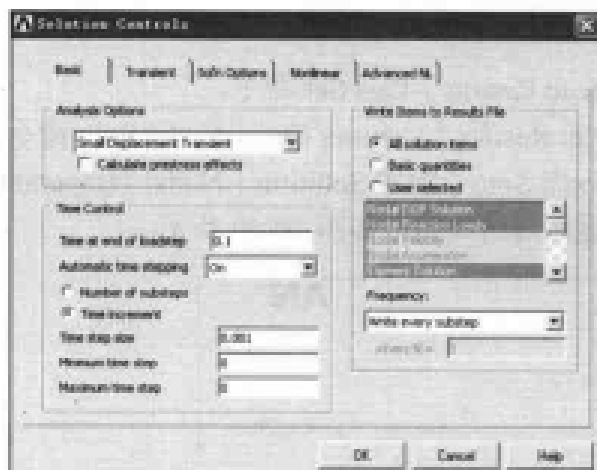
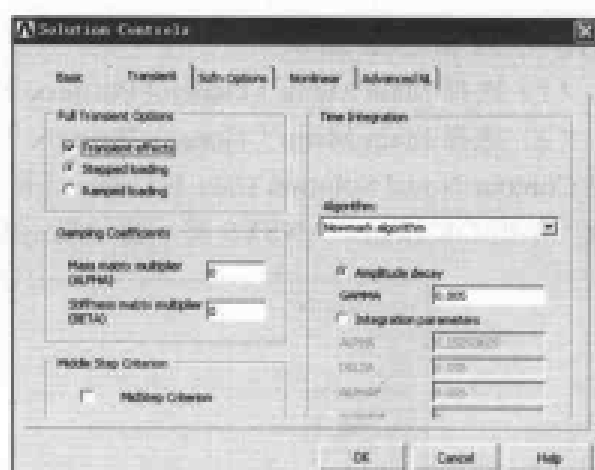

图 10-46 求解控制基本选项设置对话框
图 10-47 求解控制瞬态选项设置对话框
(1) 选择 Main Menu | Solution | Analysis Type | New Analysis 命令, 出现 New Analysis 对话框。选择分析类型为 Transient, 单击 OK 按钮, 出现 Transient Analysis 对话框, 在 Solution method 选项组中选中 Full 单选按钮, 单击 OK 按钮关闭该对话框。
(2) 选择 Main Menu | Solution | Analysis Type | Sol'n Controls 命令, 出现 Solution Controls 对话框, 选择 Basic 选项卡, 参照图 10-46 对其进行设置, 选择 Transient 选项卡, 参照图 10-47 对其进行设置, 单击 OK 按钮关闭该对话框。